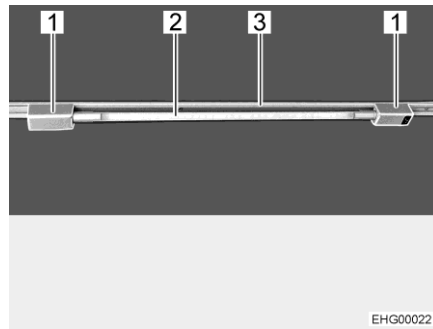

Bild 44 Lysrör
- Sätt in båda hållarna (Bild 44,1) i skenan (Bild 44,3). Vrid hållaren med 90°.
- Sätt in ljuskällan (Bild 44,2) i en av hållarna.
- Vrid på ljuskällan (Bild 44,2) tills önskad ljusstyrka har uppnåtts.